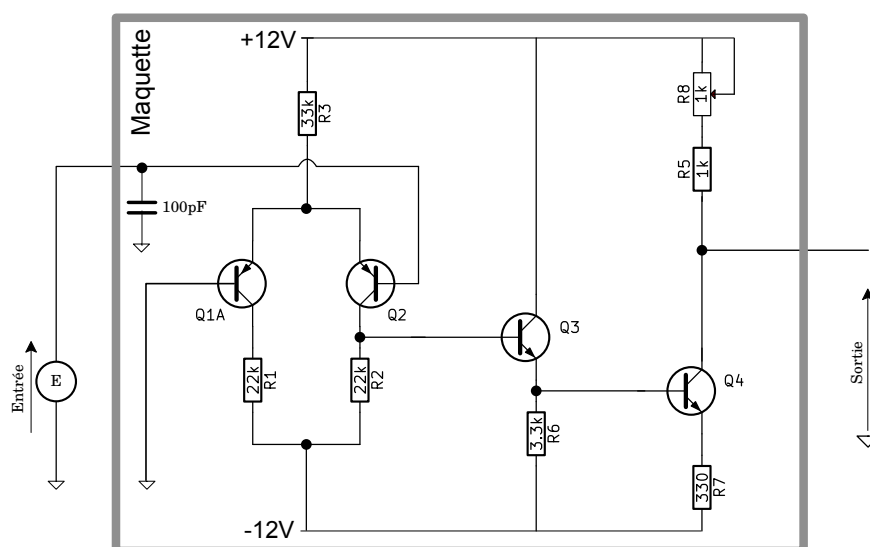

FIGURE 4 – Amplificateur de tension à fort gain.
Câblez maintenant le montage de la figure 4.
**IMPORTANT : N'oubliez pas de placer la capacité de 100pF à l'entrée de la maquette, comme cela est indiqué sur la figure 4**